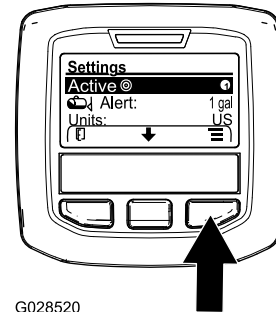

Figure 68
2. Appuyez sur le bouton de sélection central pour mettre en surbrillance le débit d'application actif (Figure 68).
3. Appuyez sur le bouton de sélection droit pour alterner entre les débits d'application 1 et 2 (Figure 68).